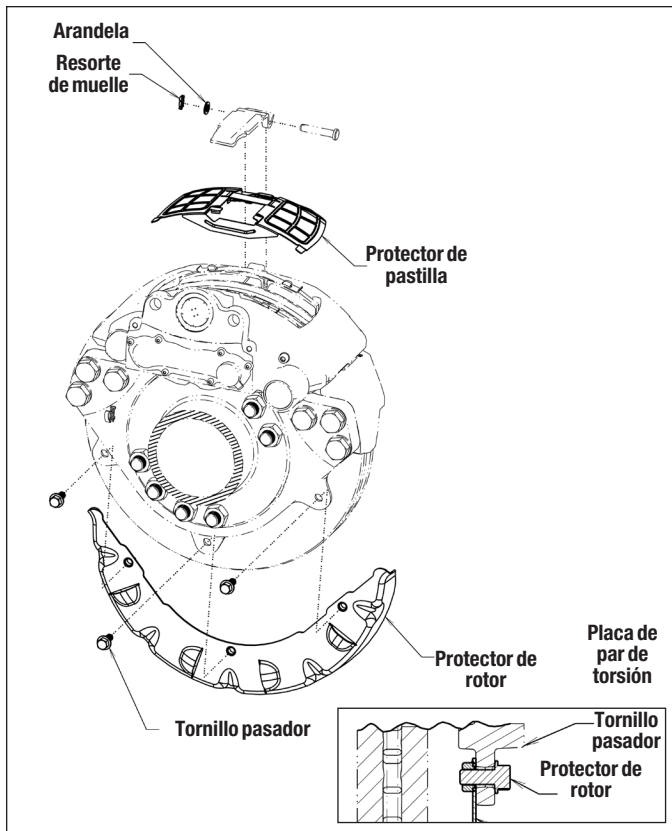

Figura 31 – Vista detallada del eje de dirección o transmisión con recuadro en el que se muestra la instalación del protector del rotor
5.1.3 **Protectores de rotor del eje de dirección o de transmisión** (consulte la figura 31). Coloque el protector del rotor entre la placa de par de torsión y el rotor. Los tornillos de casquete suministrados pasan a través de las pestañas de montaje en la placa de par de torsión y se instalan en el protector. Apriete los tornillos de casquete a 44 ft-lb (59.6 Nm).